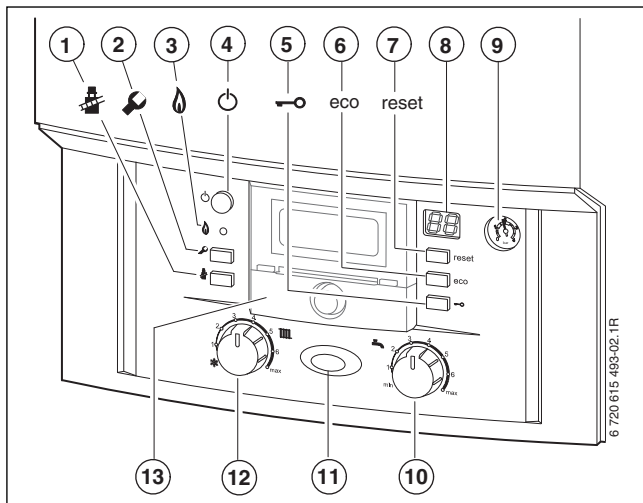

Bild 8
- witterungsgeführter Regler im Gerät eingebaut, → Bild 8, [13], Seite 20. Daraus ergibt sich eine Erweiterung der Bedienelemente am Gerät.